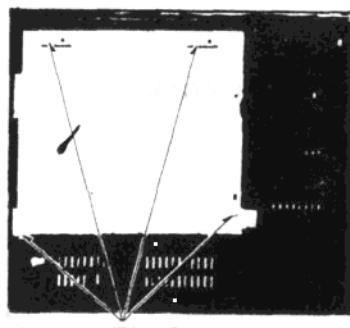

图 2-3 卸底板
将录像机翻过来，使底板朝上，然后拧下 4 只螺钉 (B)，如图 2-3 所示，然后取下底板。为了不损坏录像机表面，请在桌上放一块垫子。